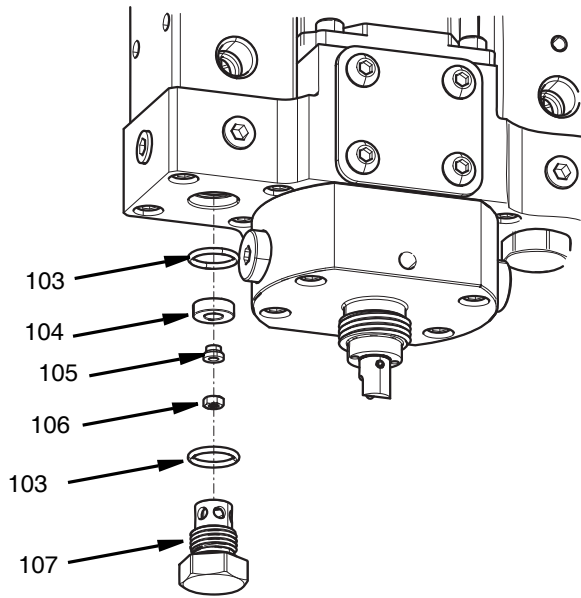

FIG. 27
2. Retirer le dispositif de retenue du siège de valve (107) avec une clé à extrémité ouverte de 19 mm.
3. Retirer l'écrou (106) de fixation de la buse inversée (105) avec une douille de 5,5 mm.
4. Retirer le siège de soupape (104) et le joint torique (103). Voir FIG. 27 à la page 38.